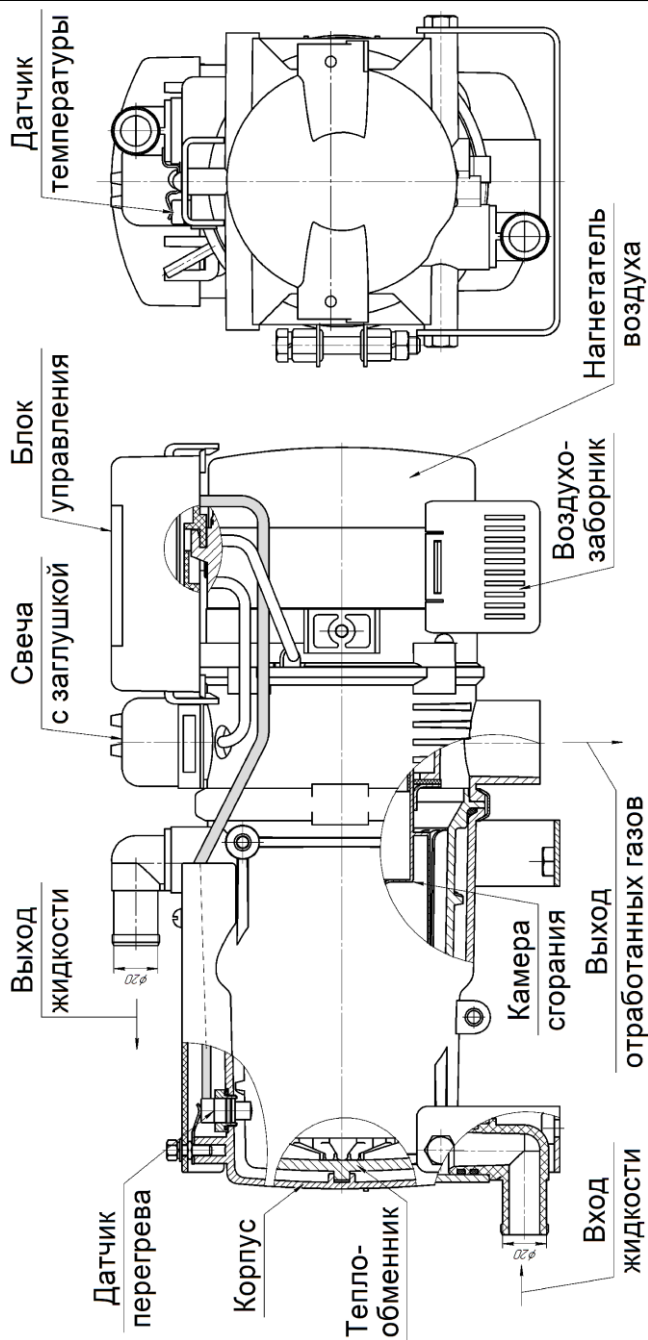

Рис. 4.1. Основные узлы подогревателя
- подогреватель (основные узлы показаны на рис. 4.1);